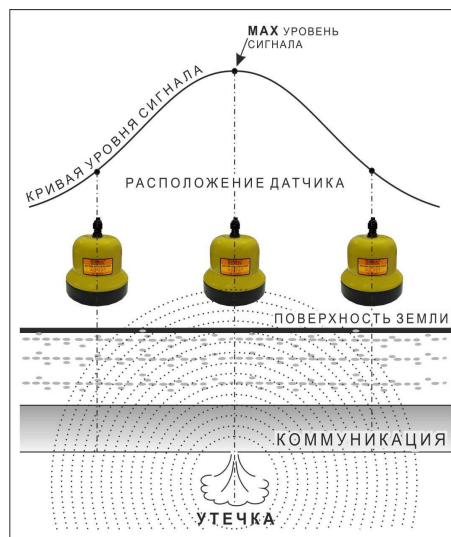

Рис.7
4.3.1 Установить акустический датчик над предполагаемой трассой (рис.7). Включить режим «измерение» кнопкой ⏏ поз.7 рис.5, после этого следует настроить приемник на специфический шум протекающей по трубопроводу воды для этого: